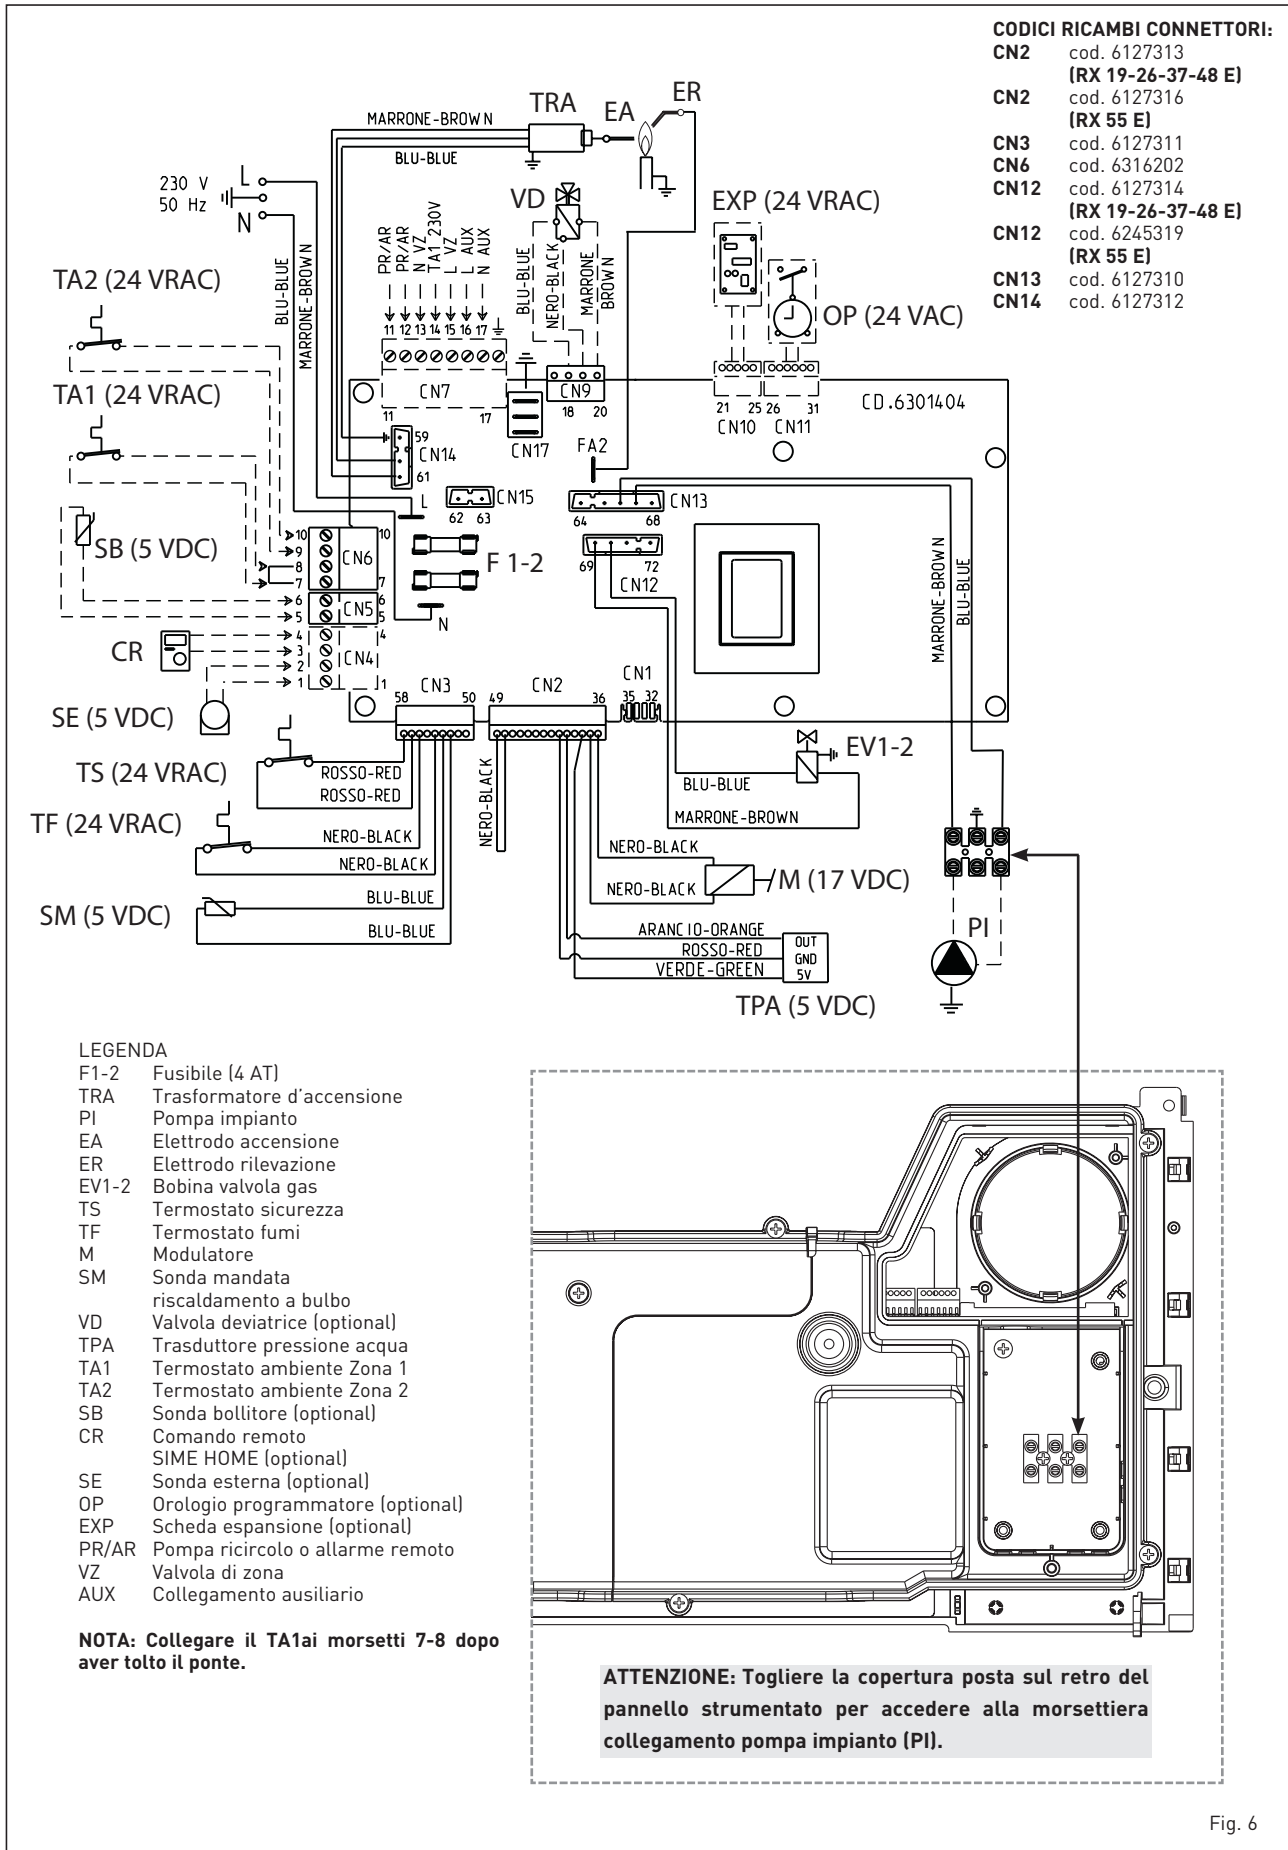

Fig. 6
Di seguito riportiamo alcuni esempi di impianti e gli abbinamenti con diversi dispositivi elettronici. Dove è necessario sono riportati i parametri da impostare in caldaia. Le connessioni elettriche alla caldaia richiamano la dicitura riportata negli schemi (fig. 6).
2.12.1 SCHEMA ELETTRICO CON VALVOLA DEVIATRICE (fig. 6)